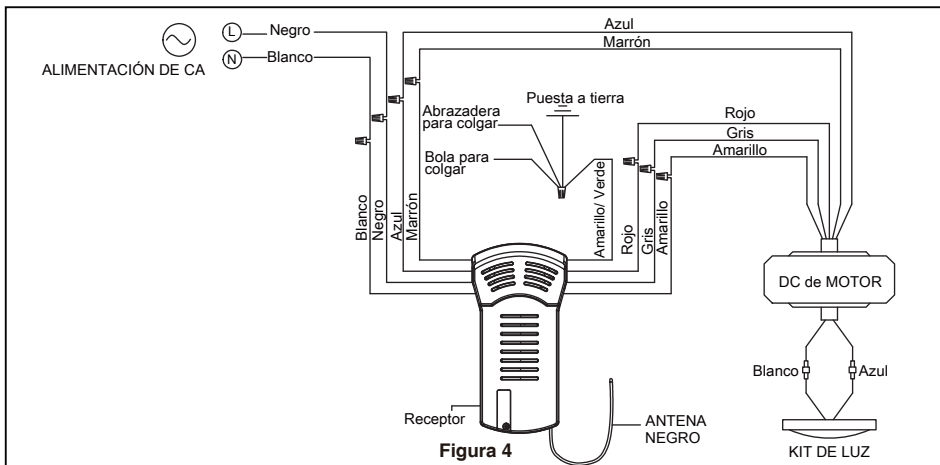

Figura 4
- ☐ **3.** Realice las conexiones de cables al bloque del terminal como se muestra en la Figura 4.